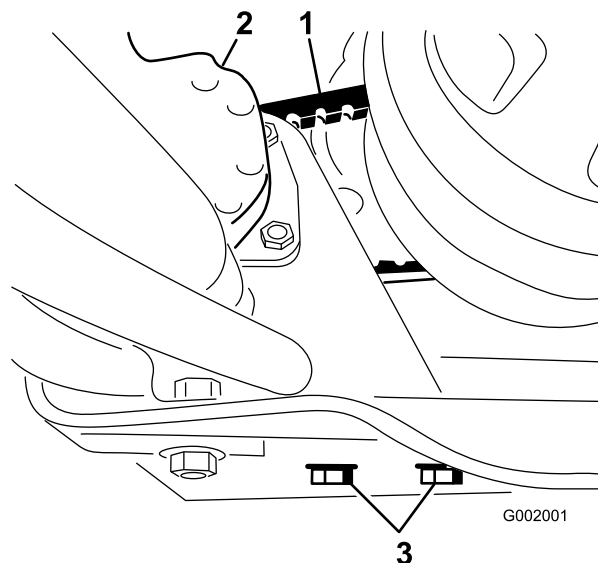

Figura 62
2. Allentate i bulloni di fissaggio della pompa dello sterzo (Figura 62).